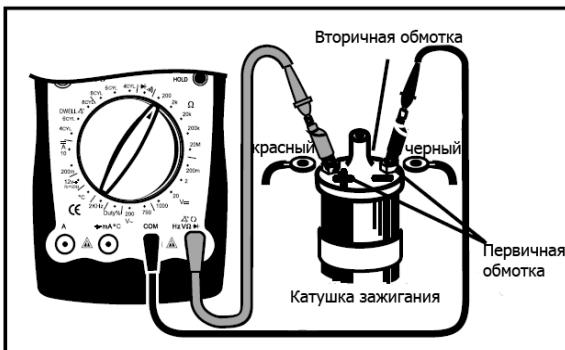

Рис. 15
- Подключите красный тестовый щуп к «+» клемме первичной обмотки катушки зажигания, а черный тестовый щуп к «-» клемме первичной обмотки катушки зажигания (см. рис. 15). Обратитесь к автомобильному руководству за детальным описанием местонахождения клемм первичной обмотки катушки зажигания.
- Подключите красный тестовый щуп к выходному контакту, а черный тестовый щуп к «-» клемме первичной обмотки катушки зажигания (см. рис. 15). Обратитесь к автомобильному руководству за детальным описанием местонахождения клемм вторичной обмотки катушки зажигания.